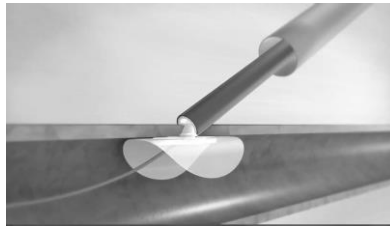

Abbildung 13. Tamponadenposition, an der Arteriotomie anliegend positioniertes Implantat
- b. Das Gerät um weitere 1,5 Stufen zurückziehen (= insgesamt 3,5 Stufen). An dieser Stelle sollte ein leichter taktile Widerstand festgestellt werden, der dadurch verursacht wird, dass sich das Implantat im Lumen der Arterienwand verankert. Die Tamponadenposition wurde somit erreicht und das Implantat kontrolliert nun die Blutungen aus der Arteriotomie. Abbildung 13.